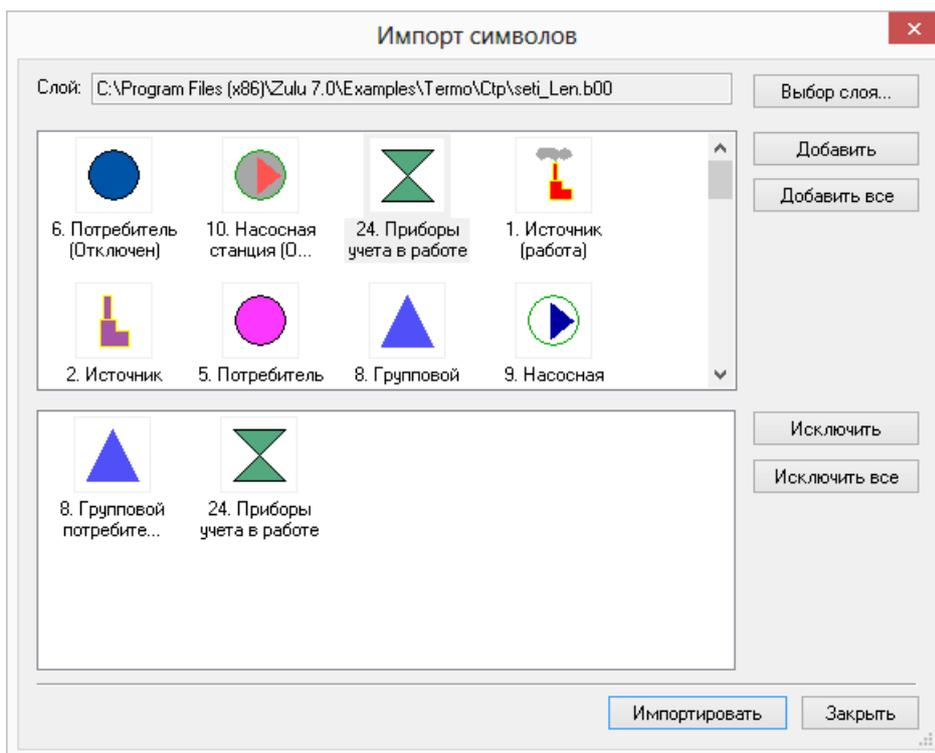

Рисунок 4.8. Окно импорта символов
6. Нажать кнопку **Добавить** или сделать двойной щелчок левой кнопкой мыши по символу. Выделенный символ появится в нижнем списке (см. Рисунок 4.8, «Окно импорта символов»). Таким же образом добавить необходимые символы.